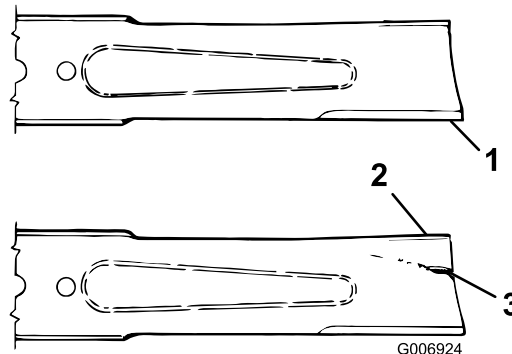

Bild 75
3. Prüfen Sie die Schnittkanten des Messers sorgfältig, insbesondere dort, wo die geraden Flächen die gebogenen berühren (Bild 75). Wenn Sie Abnutzungen (Bild 75) feststellen, sollten Sie das Messer auswechseln, siehe Entfernen des Schnittmessers (Seite 63)